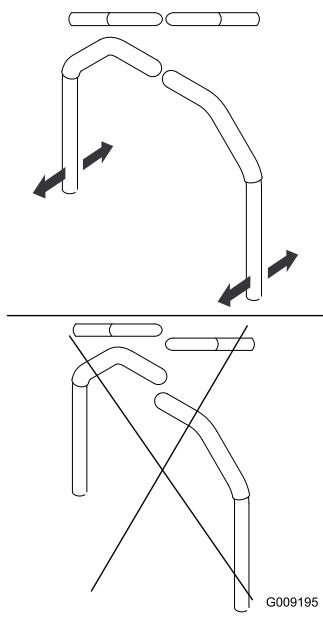

Figura 61
4. Allineate le leve longitudinalmente portandole assieme in folle e fatele scorrere finché non sono allineate, quindi serrate i bulloni (Figura 61).